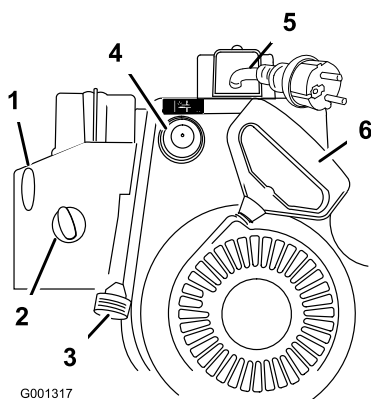

Рисунок 21
7. Запустите снегоочиститель, потянув за шнур механического стартера или нажав на кнопку электрического стартера (Рисунок 21).